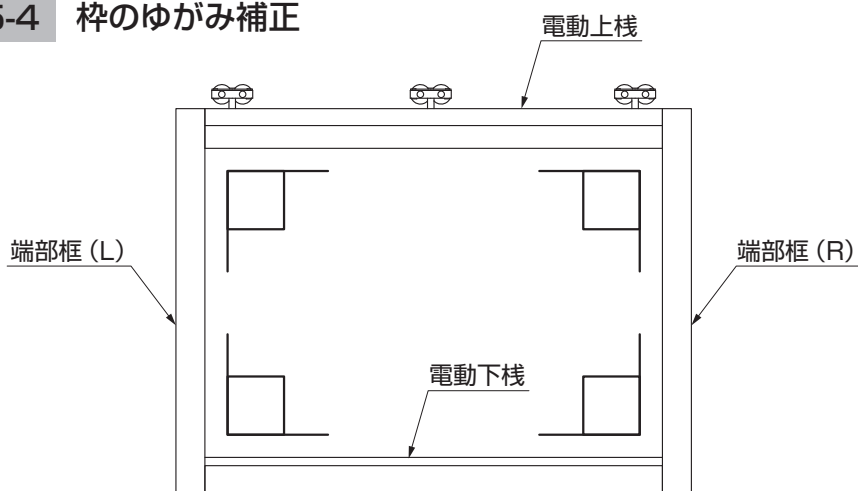

図5-5
- L字金尺などを使い枠四隅の直角を測定して、吊引戸のゆがみを確認してください。(図5-5参照)